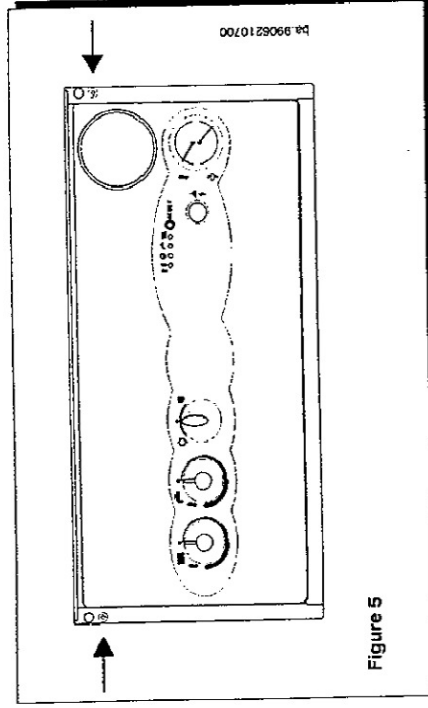

Figure 5
- * dévisser les deux vis qui fixent le tableau de commande à la chaudière (figure 5)
- * enlever les deux vis qui fixent le tableau de commande à la chaudière puis le faire basculer vers le bas (figure 5);